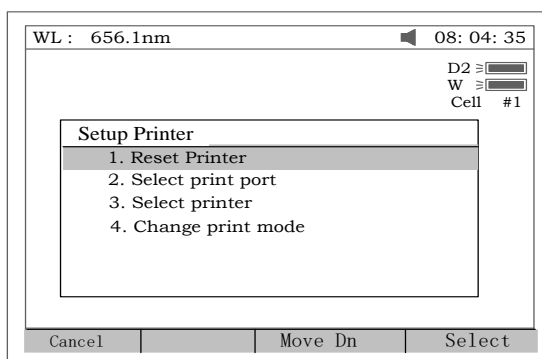
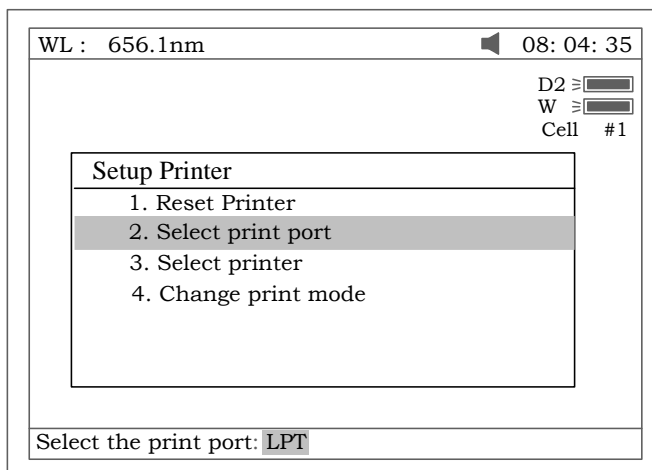
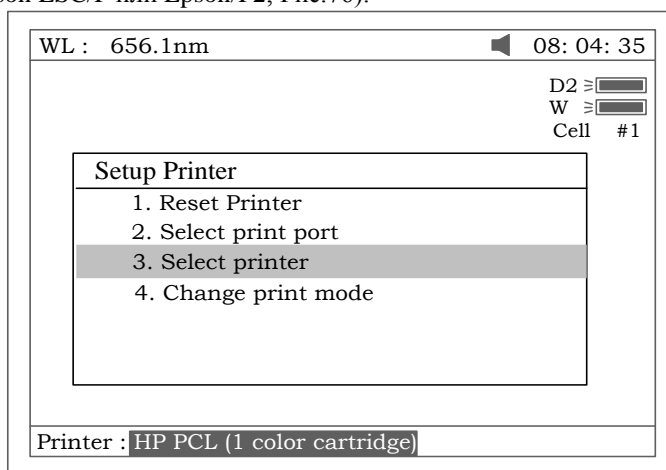
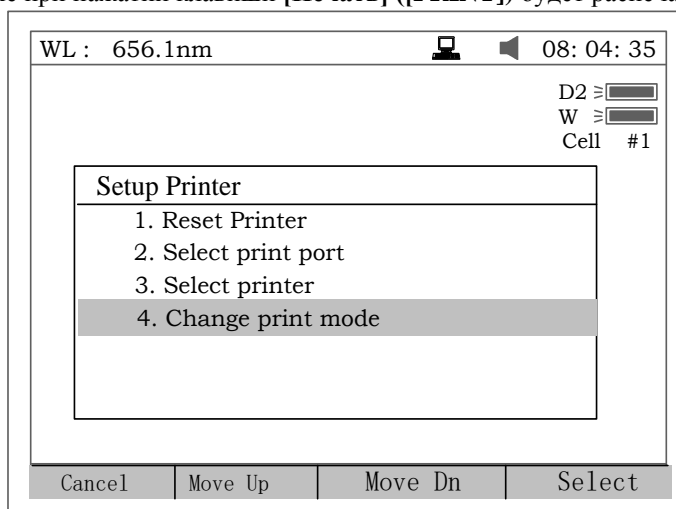

Рис. 74
Рис. 75
Рис. 76
Рис.77
Для установки принтера нажмите клавишу[2] (Рис. 74). Для отмены нажмите клавишу [Отмена] (ESC).
1. Для сброса установок принтера нажмите клавишу[1] в окне, показанном на **Рис. 74**.
2. Для выбора порта для принтера нажмите клавишу[2] в окне, показанном на **Рис. 74** (LPT или Comm., Рис. 75).
3. Для выбора принтера нажмите клавишу [3] в окне, показанном на Рис. 74 (HP PCL (1 цветной картридж), PCL (ч/б режим), Epson ESC/P или Epson/P2, Рис.76).
4. Для смены режима печати нажмите клавишу [4] в окне, показанном на Рис. 74. При первом нажатии клавиши [4] маленький значок появится сверху на экране (Рис. 77). В этом окне при нажатии клавиши [Печать] ([PRINT]) все позиции на экране будут распечатаны. После второго нажатия клавиши [4] значок исчезнет. В этом окне при нажатии клавиши [Печать] ([PRINT]) будет распечатан отчет измерения.